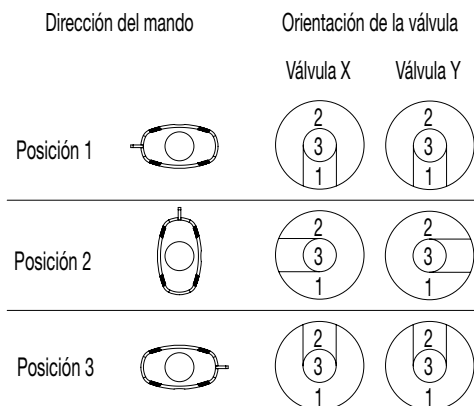

Fig. 7 Plano de montaje de 2 Válvulas GSM
2. Gire el mando a la posición 2. (Vea la Fig. 7, plano de montaje de 2 válvulas.) Anote la orientación de los engranajes, ya que deberán ser montados en la misma posición.
2. Gire el mando a la posición 1. (Vea la Fig. 7, plano de montaje de 2 válvulas.) Anote la orientación de los engranajes y el mando, ya que deberán ser montados en la misma posición.